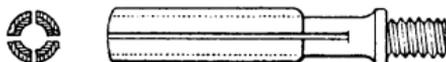

Fig. 569. — Fer et plomb.
**Rodoirs.** — Les rodoirs (fig. 569 à 573) sont ordinairement en fer garni de plomb fondu ou en cuivre rouge, en bronze ou en bois, c'est celui en fer garni de plomb le plus avantageux; ces rodoirs doivent être fondus en deux ou en quatre parties dans toute la longueur du corps jusqu'à